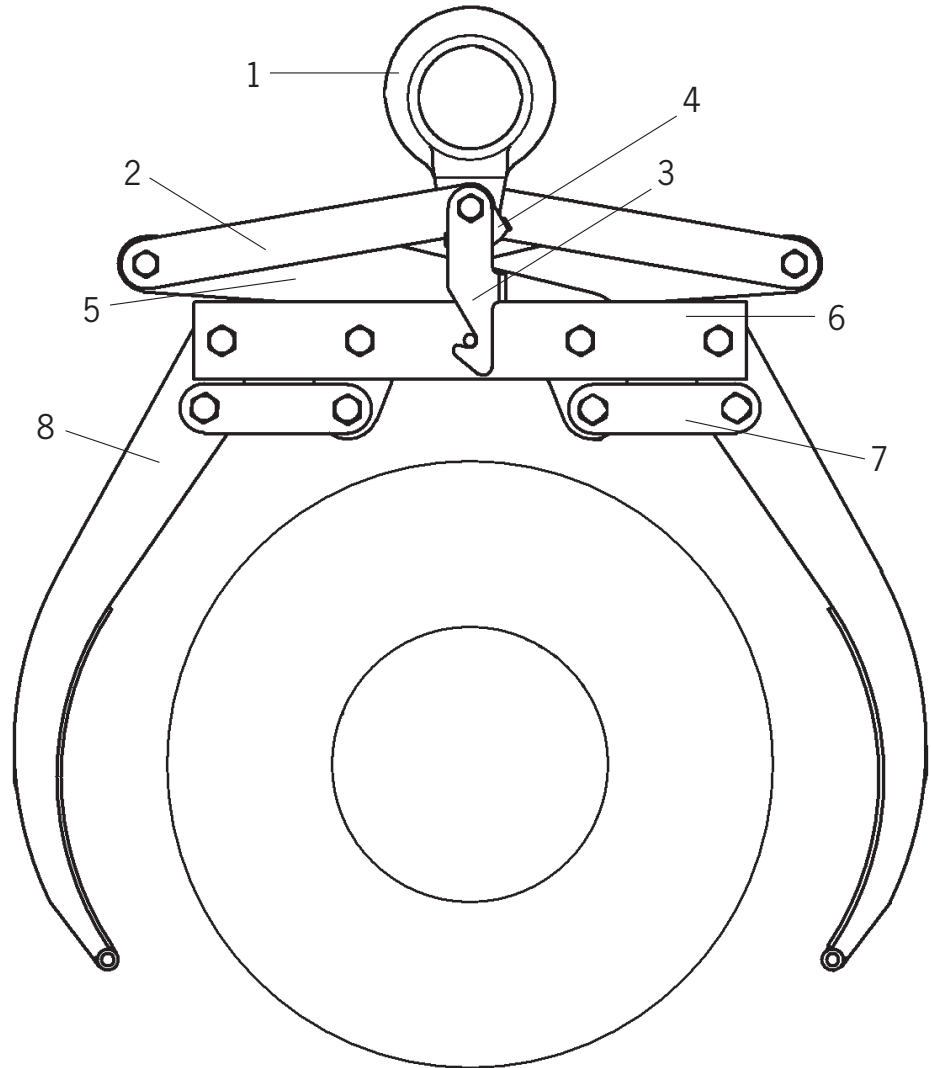

Fig. 6
- Compruebe que el trinquete que mantiene la pinza abierta se mueve con facilidad y sin impedimentos (Fig. 6).